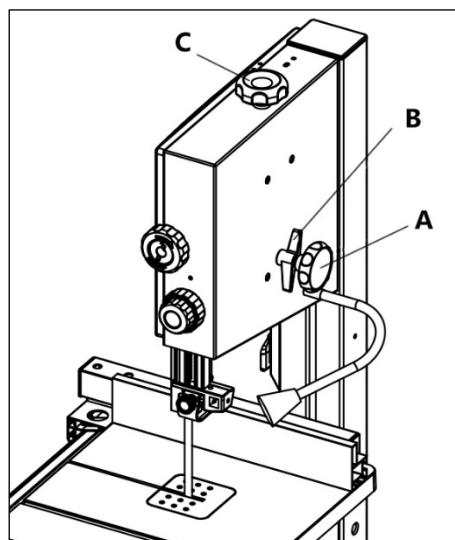

Рисунок 11.
- Ослабьте ручку блокировки В (рис. 11), вручную поворачивайте верхний маховик, осторожно, не касаясь зубьев полотна.
- Полностью поднимите верхнюю направляющую пильного полотна. Принимая во внимание его ширину, поворачивайте ручку С (рис. 11), чтобы отрегулировать натяжение.
- Ослабляйте ручку натяжения С (рис. 11) пыльного полотна до тех пор, пока натяжение не ослабнет.